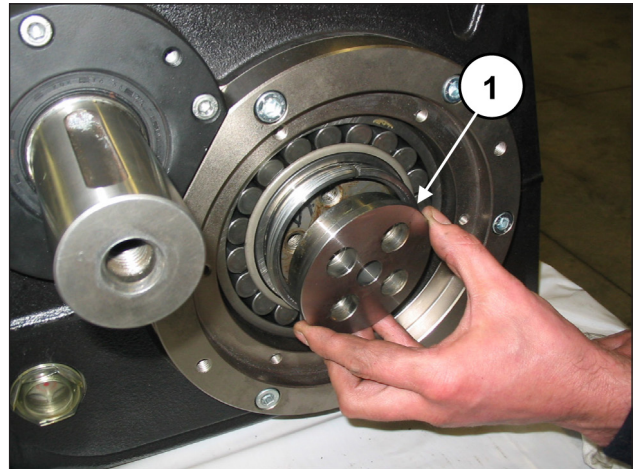

Abb. 78
Setzen Sie die Buchsenflansche in die konischen Buchsen ein (Pos. ①, Abb. 78).